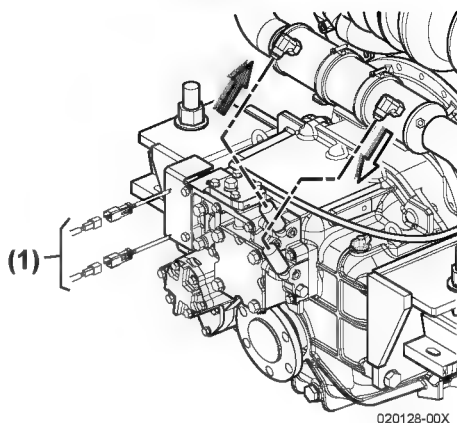

Figure 5
1. Assurez-vous que les connecteurs d'ECU (**Figure 5, (1)**) sont serrés.